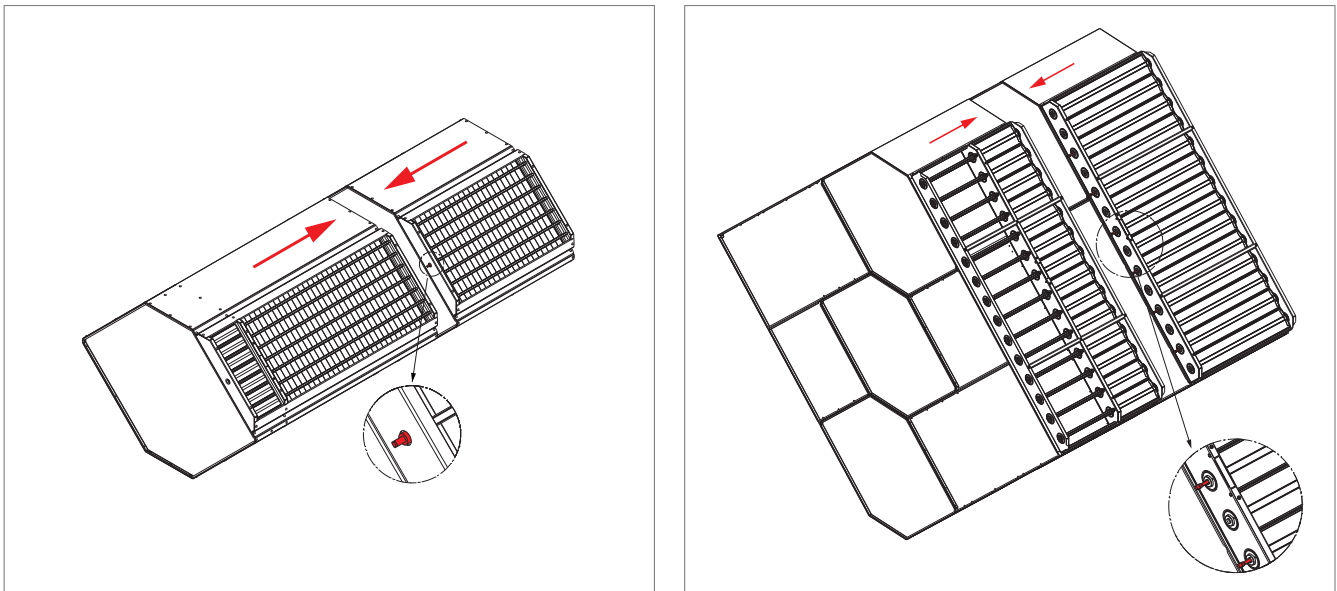

Bild 6: Die Klappen mehrteiliger Tauscher mit Verbindungsbolzen zusammenfügen.
- Ein oder mehrere Verbindungsbolzen sind in einem der Tauscher vorinstalliert (siehe Bild 6) oder der Lieferung beigelegt.